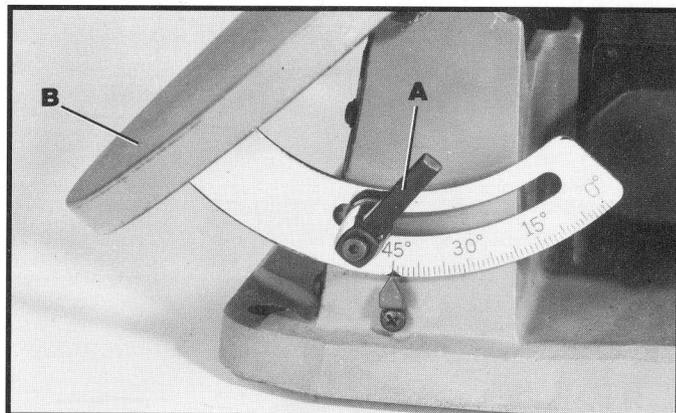

Fig. 15
La table de la scie à chantourner (A) fig. 15, peut être inclinée de 45 degrés à gauche pour les coupes en biseau.
2. Desserrez le levier de verrouillage de la table (A) fig. 15. Inclinez la table (B) fig. 15, à l'angle voulu et serrez le levier de verrouillage (A). **REMARQUE:** Le levier de verrouillage de la table (A) fig. 15, est monté sur ressort et peut être resitué en tirant le levier (A) vers l'extérieur et en resituant le moyeu du levier sur l'écrou situé sous le moyeu.